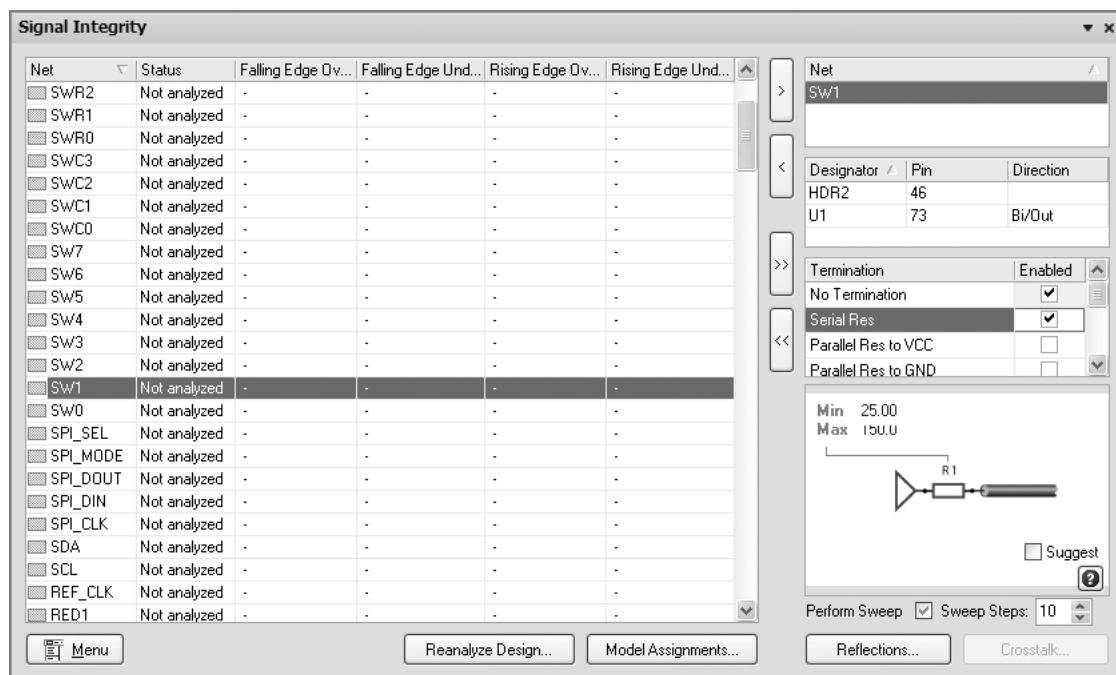

图 13-42 串阻补偿分析
- 5) 在“Termination”（端接方式）栏中，选择“Serial Res”（串阻补偿），如图 13-42